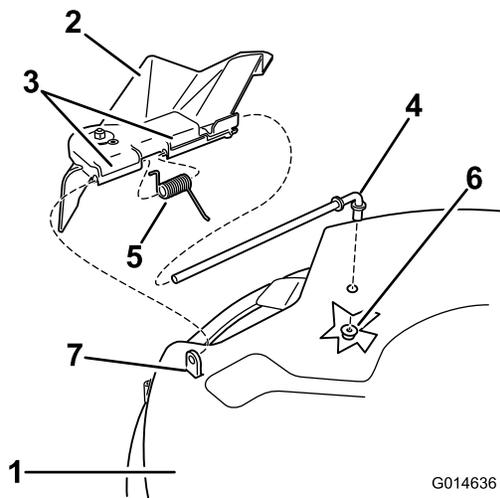

Figura 58
- Localize os itens apresentados em Figura 58.
- Faça deslizar a barra para fora da parte saliente curta, da mola e do deflector de relva (Figura 58). Se o deflector de relva estiver danificado ou gasto, retire-o.
- Substitua o deflector de relva (Figura 58).
- Coloque a mola na barra, com a cablagem da extremidade para baixo, e entre os suportes do deflector de relva. Faça a barra deslizar pelo segundo suporte do deflector de relva (Figura 58).
- Insira a barra na parte da frente do deflector de relva na parte saliente curta na plataforma. Fixe a extremidade traseira da barra ao cortador com uma porca (3/8 polegadas) (Figura 58).
- Remova a porta (3/8 polegadas) da barra debaixo do cortador (Figura 58).